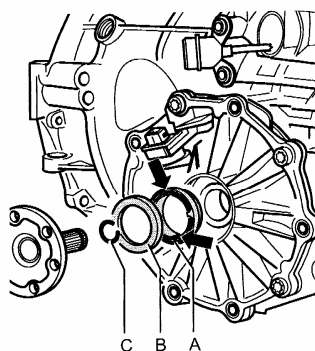

图 12-115 主动轮安装位置
①主动轮 A 的支承轴颈应指向密封圈 B，并座落在差速器的槽孔中，如图 12-115 所示。
- ②止动卡箍（图 12-115 中箭头）应进入到差速器的旋转式槽孔中。
- ③每次均更换密封圈 B 和卡簧 C（图 12-115）。
- ④安装时用芯棒 VW 295 嵌装法兰轴。
- ⑤安装完毕后加注变速器油。